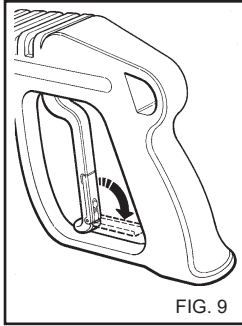

FIG. 9
**Eventuais impurezas poderiam obstruir o bico e impedir o seu funcionamento (Fig. 9).**
- Quando a hidrolimpadora não está sendo utilizada, deve-se fechar o dispositivo de segurança do punho. (fig. 9).